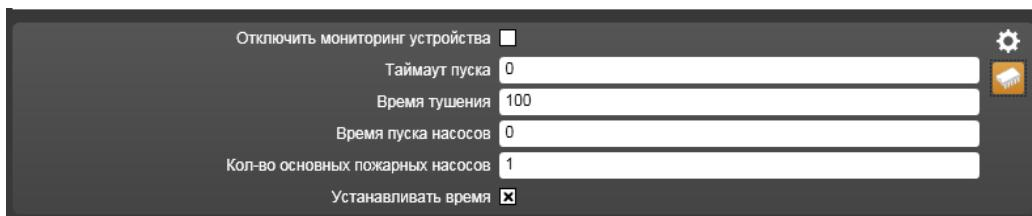

Рисунок 14.3.45 – Свойства устройств БУНС, БУНС-2
6) При выделенной в рабочей области строке устройств БУНС или БУНС-2 поле свойств устройства отображает (Рисунок 14.3.45):